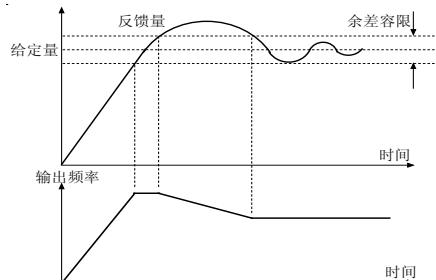

图 5-7-1 误差容限示意图
**说明:** 当反馈和设定的差值低于 PID 误差容限设定值时, PID 控制器暂停调整, 变频器维持当前的输出。如图 5-7-1 所示。
模拟PID时, 误差容限设定P7.22为物理量的绝对值, 要与量程匹配, 转速PID时误差容限设定P7.22为转速。如图5-7-1所示: